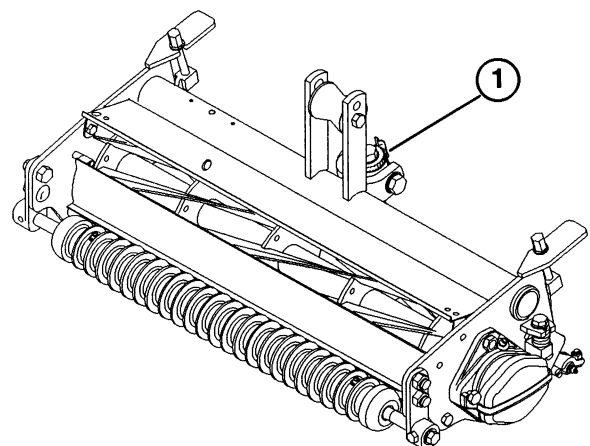

Fig. 1
Regolazione del contatto fra controlama e cilindro (Fig. 1 e 2)
2. Girare in senso antiorario la manopola di regolazione della controlama per accertare la mancanza di contatto (Fig. 1).